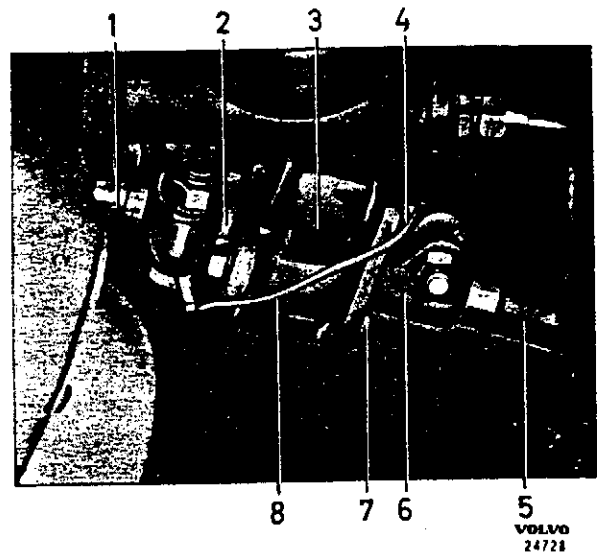

Abb. 58 Gummigelenkkupplung, 1800
3. Lenkgetriebe in den Motorraum einfahren. Befestigungsschrauben noch nicht endgültig festziehen. Mitnehmer auf der oberen und unteren Lenkspindel miteinander verschrauben. Darauf achten, daß die Masseleitung (8, Abb. 58) ordentlich und mit gutem Kon-